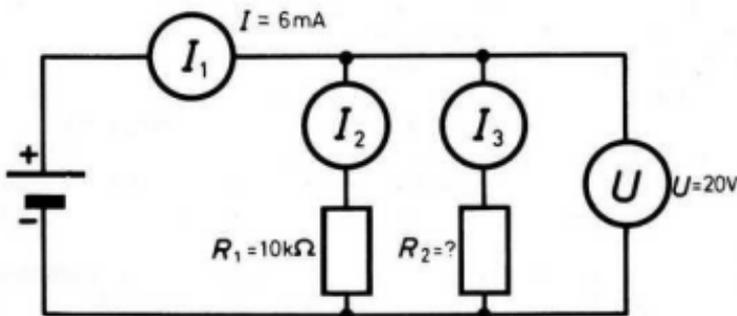

Bild 13
- Ermitteln Sie für die Schaltung nach Bild 13 die Leistung, die in den Widerständen R_1 und R_2 verbraucht wird. Wie gross sind die Ströme I_2 und I_3 ? Wie gross ist R_2 ? Wir gehen von der Voraussetzung aus, dass die Ampèremeter einen vernachlässigbar kleinen Innenwiderstand aufweisen.